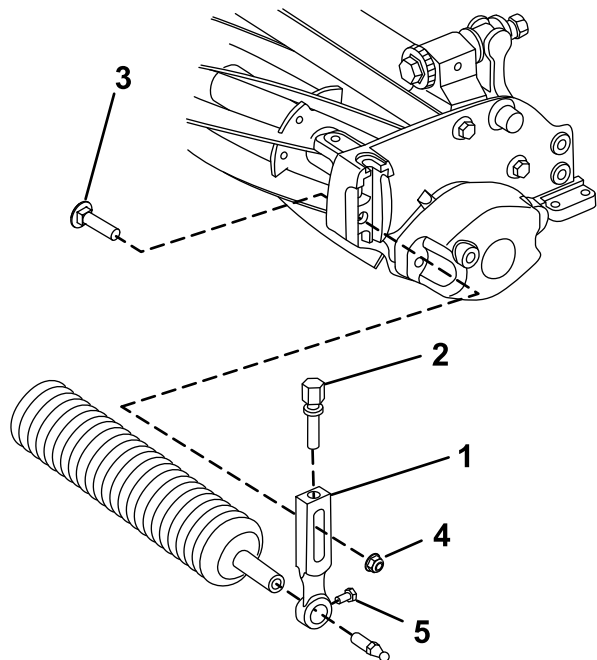

Рисунок 3
1. Снимите лемешный болт, шайбу и фланцевую гайку, которые крепят один из рычагов высоты скашивания к боковой плите режущего блока (Рисунок 3).
5. Не затягивая, зафиксируйте валик в режущем блоке с помощью рычага высоты скашивания и ранее снятых деталей крепления (Рисунок 3).
7. Затяните винты крепления валика (Рисунок 3).
2. Ослабьте винты крепления валика в рычагах высоты скашивания (Рисунок 3).
3. Вставьте валик в рычаг высоты скашивания на противоположной стороне режущего блока (Рисунок 3).
4. Наденьте рычаг высоты скашивания на ось валика (Рисунок 3).